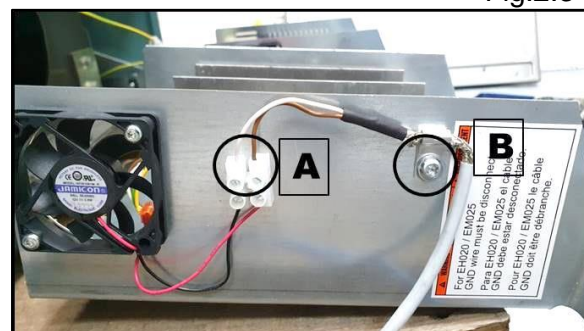

Fig. 2.4
6. Débranchez les câbles d'alimentation du ventilateur du bornier **A** (Fig. 2.4).
7. Dévissez le câble de communication **B** (Fig. 2.4).